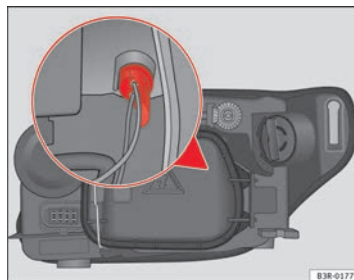

Fig. 221 Lámpara luz de posición
- Extraiga el portalámparas asiéndolo por la empuñadura ⇒ fig. 221 (también se puede extraer tirando de los cables del portalámparas).